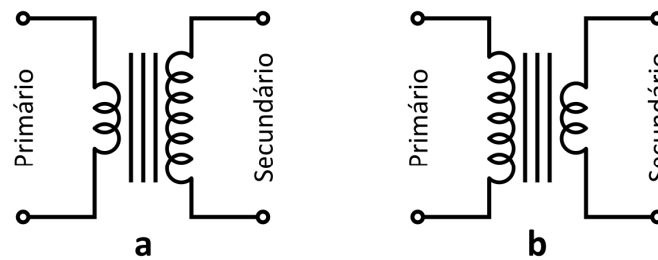

Fig. 4 - Relação entre as bobinas primária e secundária
- a) **Elevadores**, quando a tensão do secundário é maior que a do primário (Fig. 4-a);
- b) **Abaixadores**, quando a tensão do primário é maior que a do secundário (Fig. 4-b);